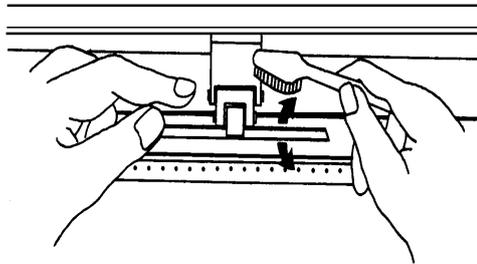

Abbildung 6-1
3. Verwenden Sie einen Pinsel (oder eine Zahnbürste), um Staub von der Rollenoberfläche zu entfernen. Drehen Sie die Rollen manuell, um diese zu reinigen. Siehe Abbildung 6-1.